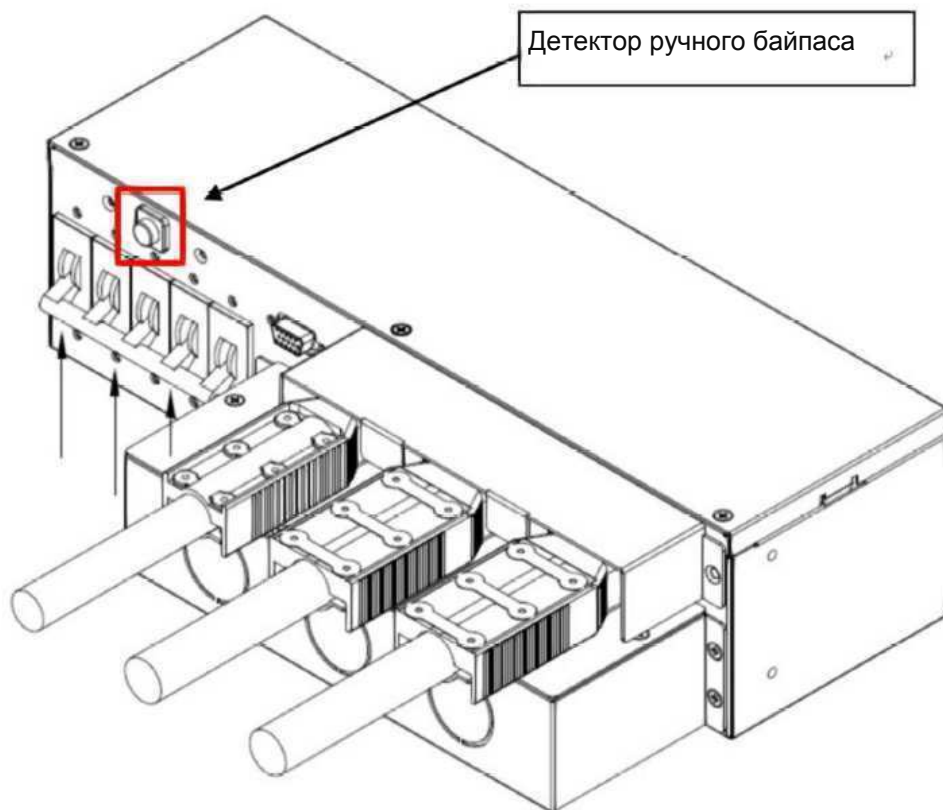

Рисунок 8-2. Включение переключателя ручного байпаса БСБ
3. Под крышкой находится детектор ручного байпаса (см. Рисунок 8-2), который автоматически активируется после снятия крышки для отправки на ИБП сообщения о переходе в режим байпаса. После подтверждения запуска ИБП в режиме байпаса включите переключатель ручного байпаса. Теперь подключенные нагрузки получают питание от общего источника. См. **Рисунок 8-2**.